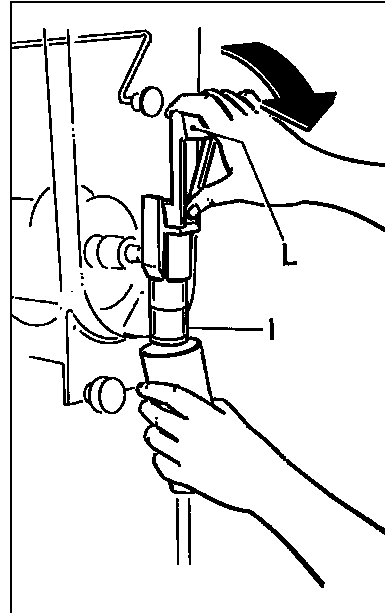

Fig. 8
- c) Pour distribuer le produit, placer le verre sous le robinet et tirer le levier comme sur la figure 8.